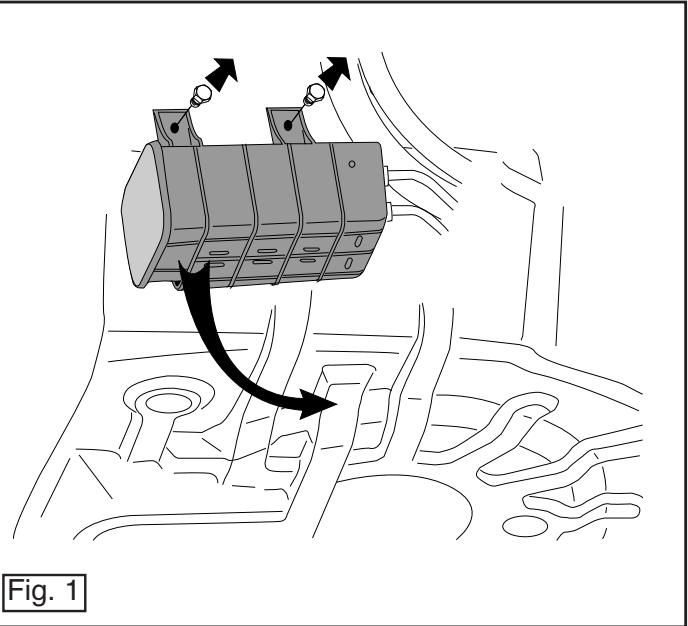

Fig. 1
3. Вынуть канистру (см. рис. 1).